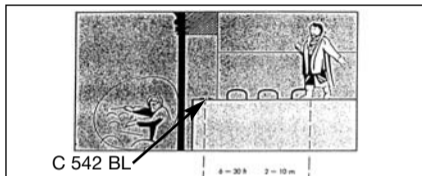

Abb. 3: Einfachste Aufnahmemethode
- Siehe Abb. 3. Die einfachste Methode ist, das Mikrofon etwa 2 bis 10 m vom Aufnahmeobjekt entfernt auf den Boden zu legen. Die tatsächliche Entfernung hängt von der physischen Ausdehnung